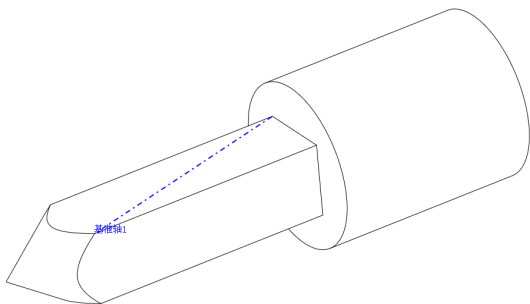

图 4-22 创建两点基准轴
(3) 单击【确定】按钮, 即可创建两点基准轴, 效果如图 4-22 所示。